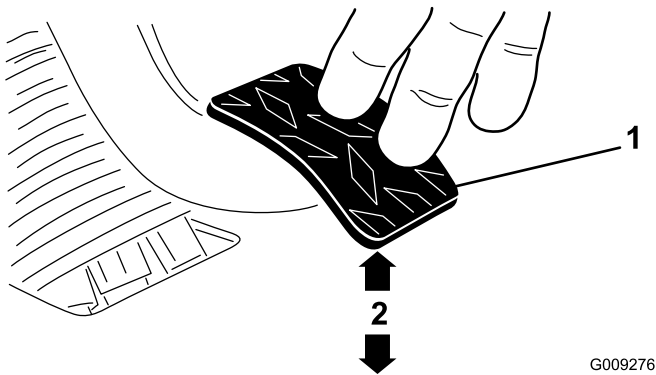

Figura 70
3. Ajuste as porcas ou as juntas até que a extremidade traseira do pedal de embraiagem esteja a $9,5 \pm 0,3$ cm da parte superior da chapa do piso, aplicando uma força de 1,8 quilos no pedal (**Figura 70**).